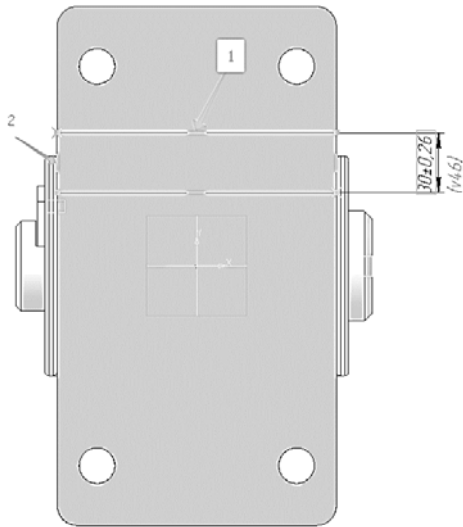

Рис. 50. Построение прямоугольника
- 3.2.5 Укажите среднюю точку на отрезке и точку начала координат эскиза (рис. 50).